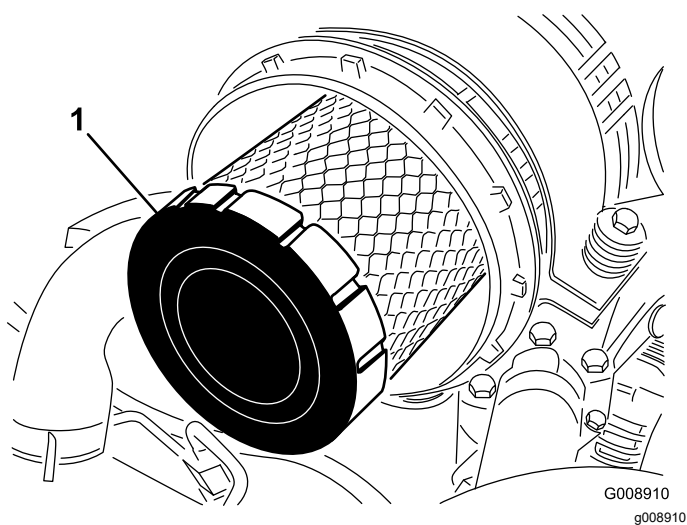

Рисунок 58
4. Снимите и замените фильтр грубой очистки (Рисунок 58).